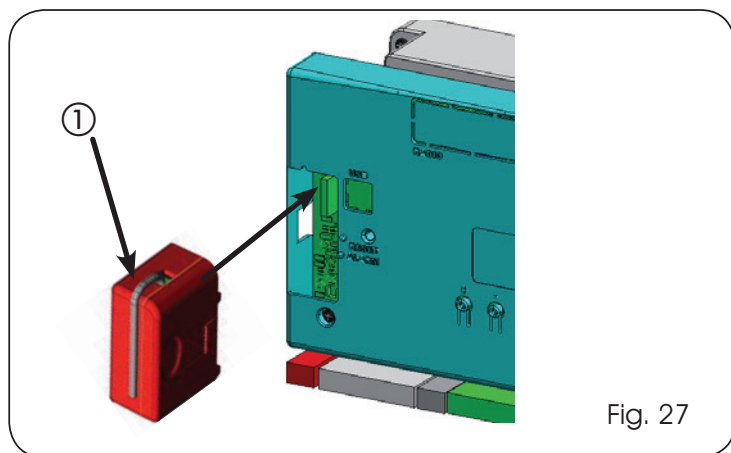

Fig. 27
L'armoire électronique est munie d'un système de décodage (DS, SLH, LC/RC) bicanal intégré appelé OMNIDEC. Ce système permet de mémoriser, par l'intermédiaire d'un module récepteur supplémentaire (Fig. 27 réf. ①) et de radiocommandes de la même fréquence l'ouverture totale (OPEN A) et l'ouverture partielle (OPEN B) de l'automatisme.